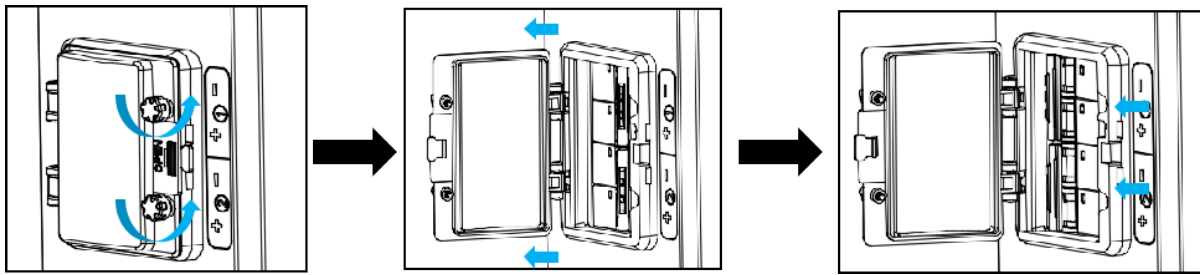

Fig. 4.4.1 Procedimiento para abrir la cubierta protectora del disyuntor
Paso 1. Abre la cubierta protectora del disyuntor y enciende el disyuntor en el lado «ON», consulta la fig. 4.4.1 (Asegúrate de que el inversor está conectado al módulo FV)